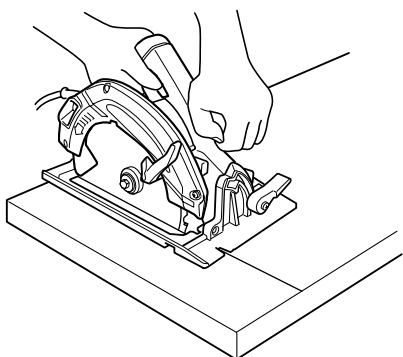
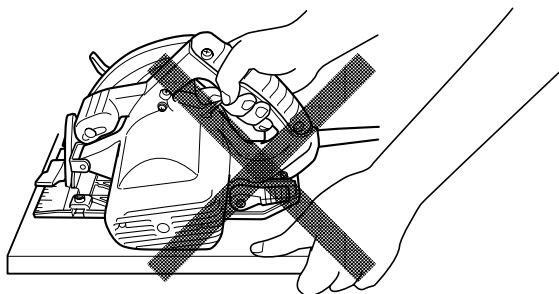

Fig. 5
Fig. 6
23. Placer la section large de l'embase de la scie sur la section de la pièce qui est fermement soutenue, et non sur la section qui va tomber après la coupe. A titre d'exemples, la Fig. 5 montre la façon CORRECTE de couper l'extrémité de la planche, et la Fig. 6 montre la façon INCORRECTE. Si la pièce est trop courte ou trop petite, la fixer. NÉ PAS ESSAYER DE TENIR LES SECTIONS COURTES À LA MAIN!